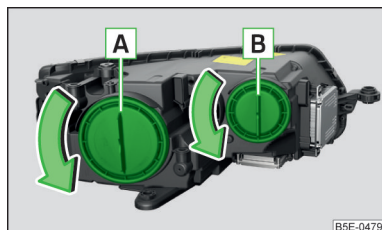

Fig. 234
**Disponerea becurilor cu incandescență » fig. 234**
- Rotiți capacul de protecție **A** » fig. 234 la pagina 208 în sensul săgeții.
- Așezați capacul de protecție **A** » fig. 234 la pagina 208 și rotiți-l în sens opus săgeții.
- Rotiți capacul de protecție **[B]** » fig. 234 la pagina 208 în sensul săgeții.
- Așezați capacul de protecție **[B]** » fig. 234 la pagina 208 și rotiți-l în sens opus săgeții.